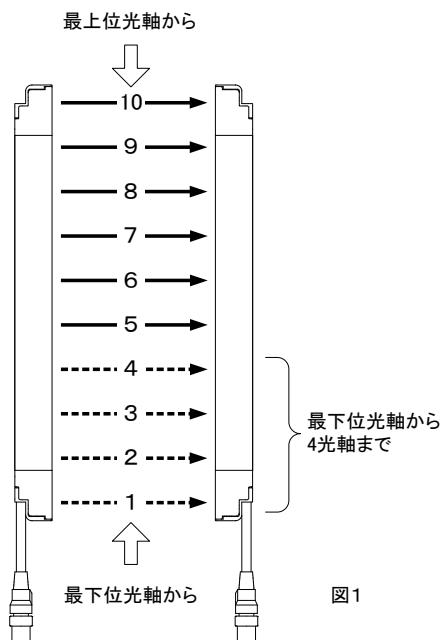

図1
- ① 全エリア (直列連結時のみ)
- ② 最下位光軸～任意の光軸まで (最下位光軸とは、最も電源側に近い光軸を意味します。設定例は図1参照。)
- ③ 最上位光軸～任意の光軸まで (最上位光軸とは、最も直列連結側に近い光軸を意味します。)
- ①を選択した場合 → 2-2へ
②、③を選択した場合 → 2-4へ